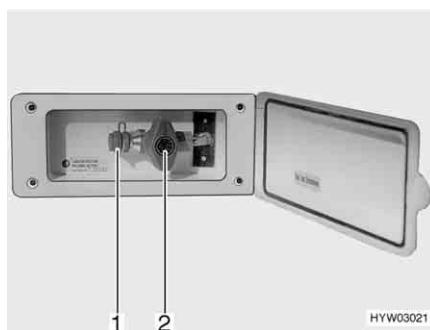

Fig. 83 Presa gas esterna, rubinetto di arresto del gas chiuso
La presa gas esterna (Fig. 83) si trova, a seconda del modello, nella parte posteriore o sul lato destro o sinistro del veicolo.
- Collegare l'apparecchio a gas esterno all'attacco (Fig. 83,1).
- Aprire il rubinetto di arresto del gas (Fig. 83,2).